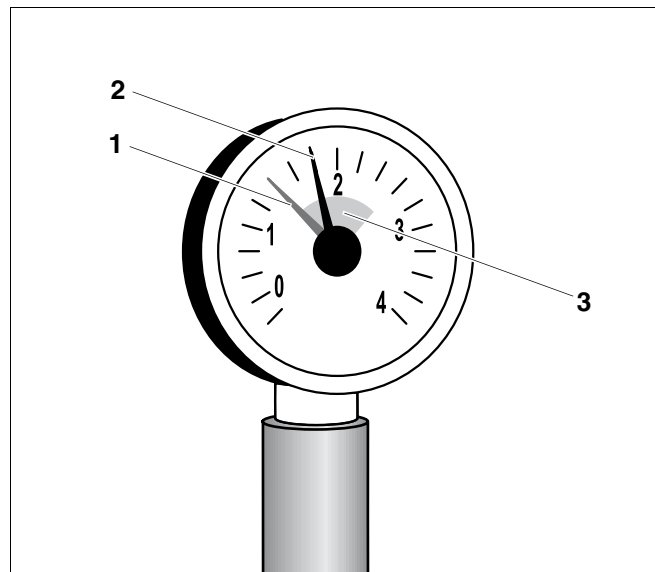

Рис.6 Манометр для закрытых установок
В закрытых установках стрелка манометра (рис. 6, **поз. 2**) должна находиться в зеленой зоне (рис. 6, **поз. 3**).
Красная стрелка манометра (рис. 6, **поз. 1**) должна быть установлена на требуемое давление. Требуемое давление устанавливает наладчик.
- Проверьте, стоит ли стрелка манометра (рис. 6, **поз. 2**) в зеленой зоне (рис. 6, **поз. 3**).
Если стрелка манометра (рис. 6, **поз. 2**) не доходит до зеленой зоны (рис. 6, **поз. 3**), то давление воды слишком низкое. Необходимо восполнить потерю котловой воды, долив подпиточную воду.
- Заполняйте установку подпиточной водой через кран KFE (кран для заполнения и слива) до тех пор, пока стрелка манометра (рис. 6, **поз. 2**) не перейдет в зеленую зону.